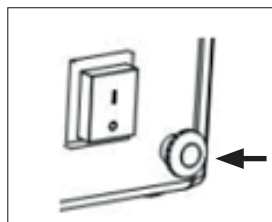
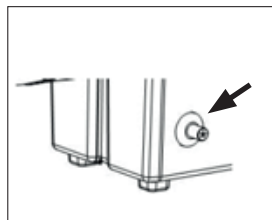

fig. 2
fig. 3
- 2.2. Appuyez sur le bouton de la vanne de gaz avec votre main droite (fig. 2) tout en appuyant plusieurs fois sur l'allumage piézo-électrique (avec votre main gauche jusqu'à ce que la flamme s'allume)(fig. 3).